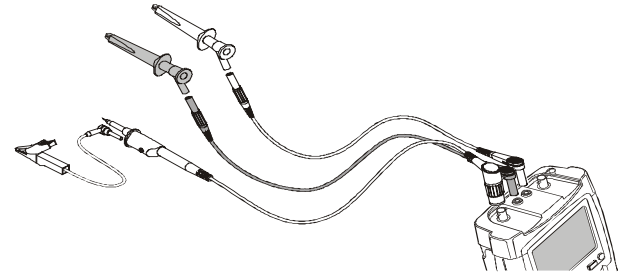

Figura 19. Varredura simples Scope Record
- 4 Aplique um sinal UPS na entrada A com BNC vermelho. Aplique um sinal de início nas entradas de jaques banana de trigger externas vermelha e preta. (Vide Figura 19.)